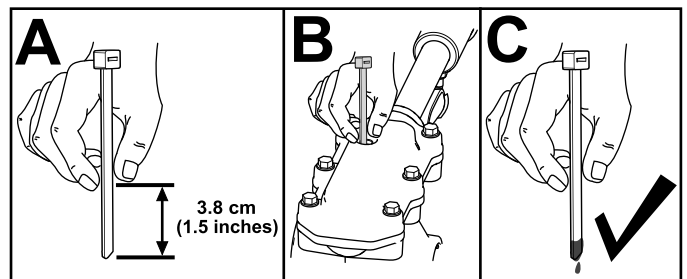

Bild 29
3. Überprüfen Sie den Ölstand mit einem geeigneten Messgerät, z. B. einem sauberen Kabelbinder. Das Öl sollte ca. 3,8 cm unter der Einfüllöffnung liegen (**Bild 29**).